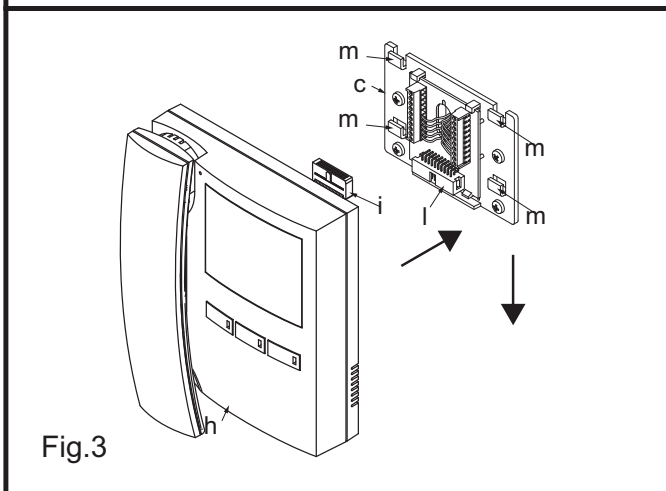
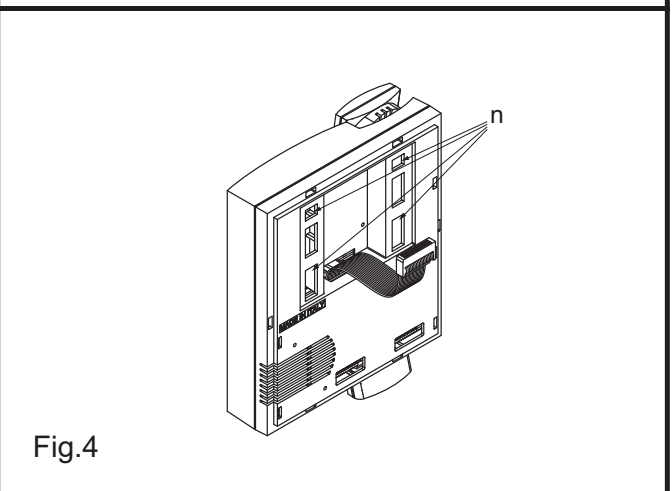

Fig.3
Fig.4
- Once the wires are connected, hook the videophone "h" to the Mounting plate "c" as shown in Fig. 3.
- Place the videophone "h" against the 4 hooks "m" on the mounting plate "c" (in line with the 4 openings "n" on the rear side of the videophone Fig. 4) and push down as suggested by the pointers in Fig. 3, the videophone will lock into place;
- inserire il connettore "i" del cavo flat che fuoriesce dal retro del videocitofono nel connettore "i" della scheda di connessione (Fig.3),
- avvicinare il videocitofono alla placca di fissaggio facendo corrispondere le aperture "n" (Fig.4) ai ganci "m" (Fig.3) quindi spingere il videocitofono verso il basso fino all'aggancio come suggerito dalle frecce in figura 3.